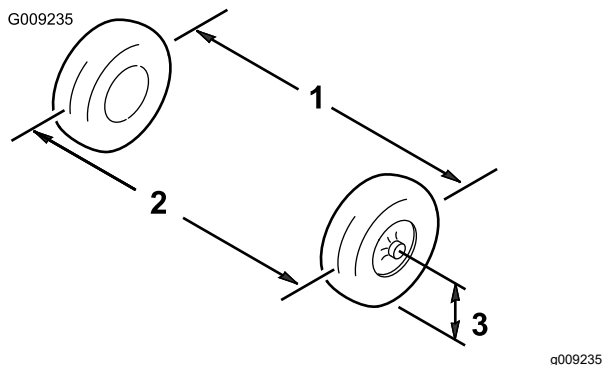

Figura 47
1. Mida la distancia entre los neumáticos delanteros a la altura del eje, en la parte delantera y trasera de las ruedas (Figura 47).